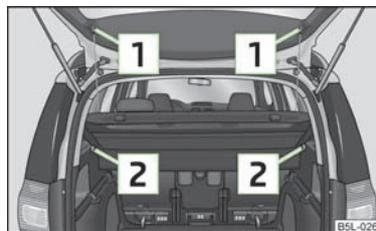

Fig. 58
- Décrocher les sangles de retenue [1] » fig. 58.